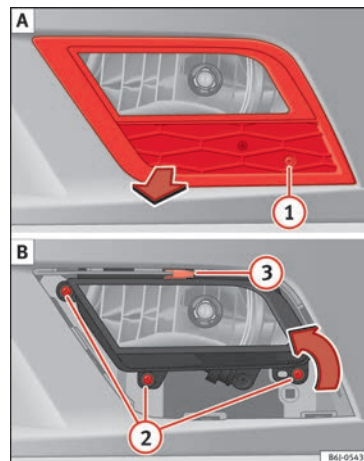
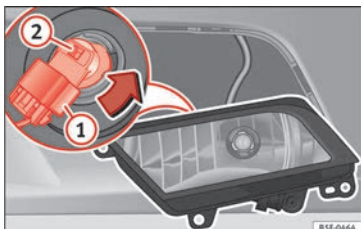

Abb. 96 Nebelscheinwerfer: Blende herausziehen.
Abb. 97 Nebelscheinwerfer: Lampenträger ausbauen.
- Entfernen Sie die Schraube » **Abb. 96** ① mit einem Schraubendreher aus dem Gitter des Nebelscheinwerfers.
- Entfernen Sie die 3 Schrauben ②.
- Ziehen Sie die Metallklammer an der Oberseite des Nebelscheinwerfers zur Außenseite des Fahrzeuges ab ③ und entfernen Sie den Nebelscheinwerfer.
- Ziehen Sie den Stecker » **Abb. 97** ① von der Lampe ab.
- Drehen Sie den Lampenträger » **Abb. 97** ② nach links und ziehen Sie.